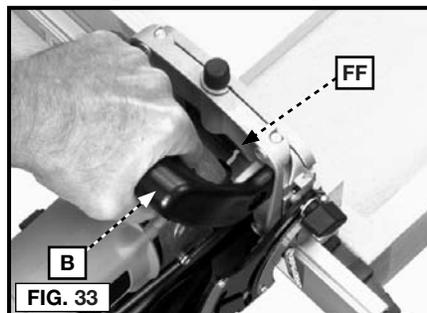

FIG. 33
6. Placez l'outil sur l'ouvrage avec le bas de la base contre la règle et l'encoche de guidage (FF) Fig. 33, aligné sur la ligne centrale d'une rainure. Faites pression sur la poignée auxiliaire (B) Fig. 33, afin de garder l'outil fermement en place.
REMARQUE : Assemblez tous les joints et vérifiez les alignements avant d'appliquer de la colle (voir Fig. 33).